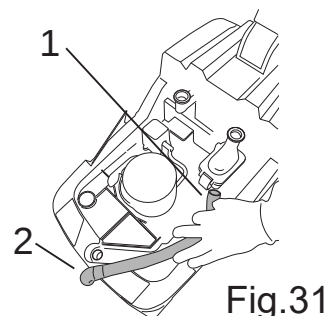

Fig.31
- Løsne slangen fra strupeventilen (fig. 31 - ref. 1) og fra den framre sugenal (fig. 31 - ref. 2).